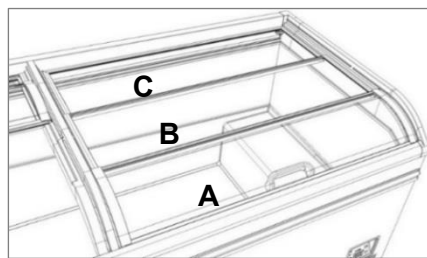
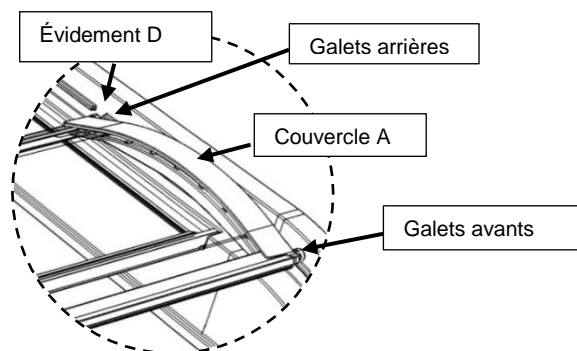

Fig. 7 : Couvercle en verre à repoussage (en trois parties)
Fig. 8 : Extension du couvercle en verre à repoussage
1. Poussez le couvercle à l'avant A (cf. → Fig. 7) avec poignée vers l'arrière jusqu'à l'évidement D (cf. → Fig. 8).
4. Retirez le couvercle arrière C (cf. → Fig. 7).
1. Déposez le couvercle arrière C (cf. → Fig. 7)
2. Insérez le couvercle intermédiaire B (cf. → Fig. 7) et poussez vers l'avant environ 5 cm à travers l'évidement D (cf. → Fig. 8).
3. Insérez le couvercle A avec des galets arrières dans l'évidement D (cf. → Fig. 7/8).